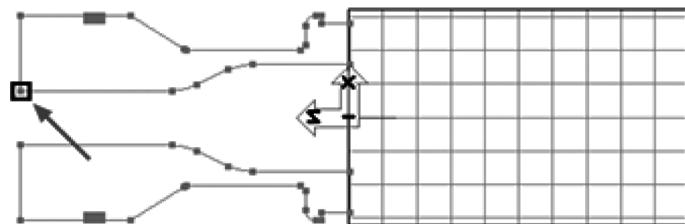

图 4-16 选取点
10) 获取选择点的 Z 值 (Alt + 左键单击)，如图 4-16 所示。